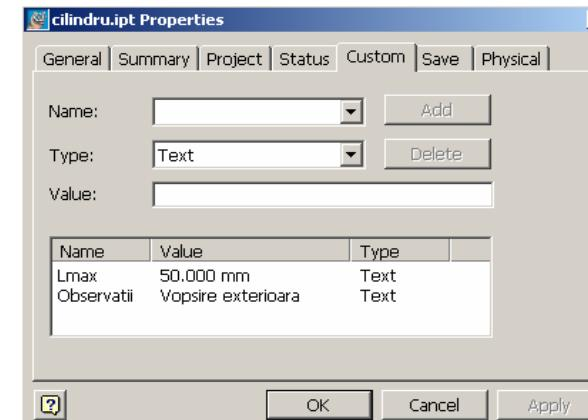

Figura 5.9.14.
- în mod obligatoriu, se va activa controlul **Export Parameter**, provocând generarea proprietății **Lmax** în secțiunea **Custom** a ferestrei **Properties**, figura 5.9.14, alături de proprietatea **Observatii** definită anterior în mod explicit;